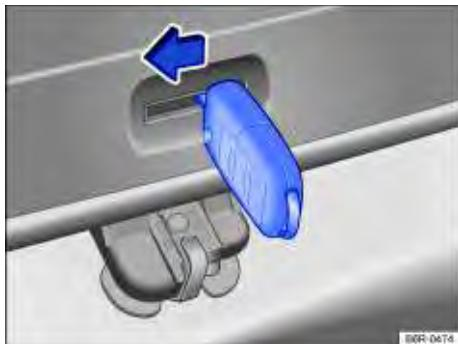

Fig. 134 Do lado de dentro do compartimento de bagagem: destravamento de emergência da tampa traseira.
- Inserir a haste da chave na abertura da tampa traseira ⇒ Fig. 134 e pressionar a alavanca de destravamento no sentido da seta, para destravar a tampa traseira.